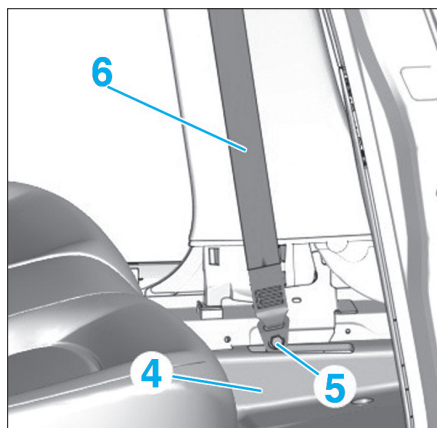
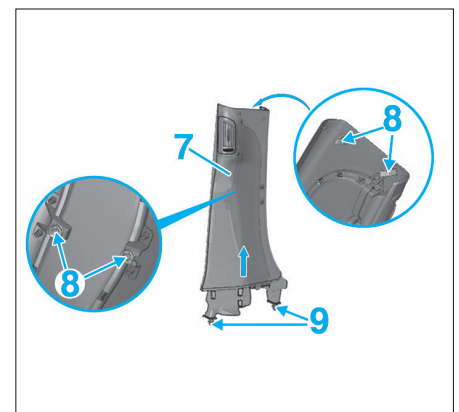

Fig. 23
Fig. 24
- Dégager le tapis de sol (4) (Fig.23).
- Déposer la vis (5).
- Dégager la ceinture de sécurité (6).
- Dégager la garniture inférieure de pied milieu (7) en (8) (Fig.24).
- Déposer la garniture inférieure de pied milieu (7) en (9) (suivant la flèche).